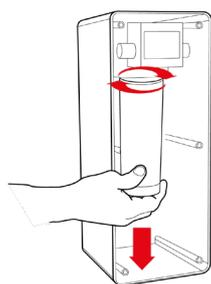

Fig. 2-1
- 3) Svitare lentamente il filtro usato ruotandolo da destra verso sinistra, vedi Fig. 2-1. Una volta sbloccato potrà essere rimosso dalla testata.